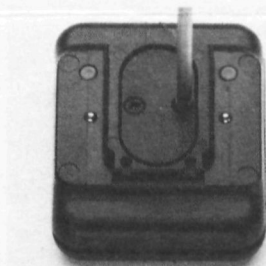

Fig. 19
- dévisser les deux vis sur la case de la pile (fig. 19)
- allentare le due viti del vano d'alloggio pila (fig. 19),